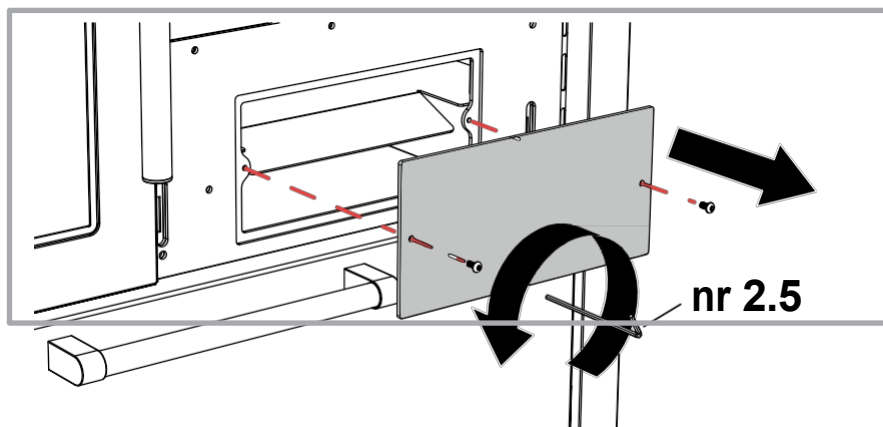

Bild 29 – Kontroll av rökgaskretsen.
- Därefter kan inspektionsluckan tas bort (se bild 29) och rengöring kan utföras med lämplig skrapa och dammsugare. Återmonteringen kräver större precision: